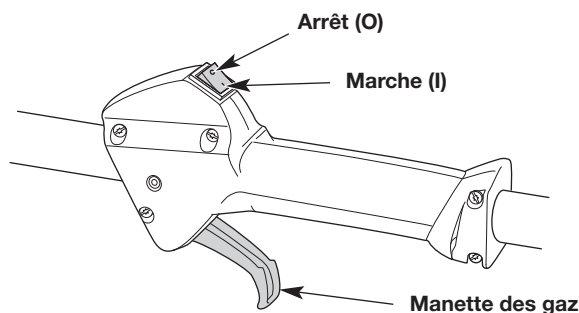
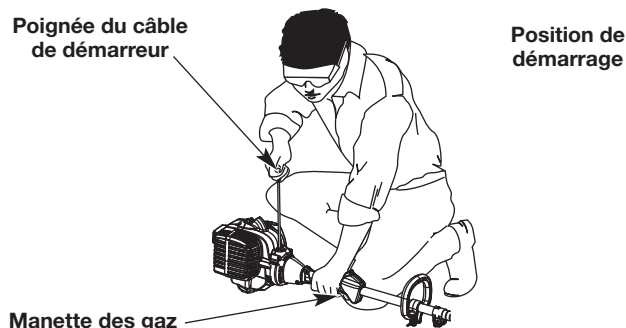

Fig. 5
Fig. 7
**AVERTISSEMENT** : évitez tout démarrage accidentel de l'appareil. Pour éviter toute blessure grave, l'opérateur et l'appareil doivent être tous deux en position stable quand l'opérateur tire sur le câble de démarreur (Fig. 7).
**REMARQUE** : il n'est pas nécessaire de démarrer l'appareil. L'interrupteur de marche/arrêt est constamment en position de marche (I) (Fig. 5).
5. Accroupissez-vous en position de démarrage (Fig. 7).
6. Appuyez sur la manette des gaz (Fig. 5) et tirez sur le câble de démarreur d'un mouvement contrôlé et ferme à **5 reprises** (Fig. 7).
2. Appuyez sur l'interrupteur de marche/arrêt et maintenez-le enfoncé en position d'arrêt (O) jusqu'à ce que le moteur s'arrête complètement (Fig. 5).